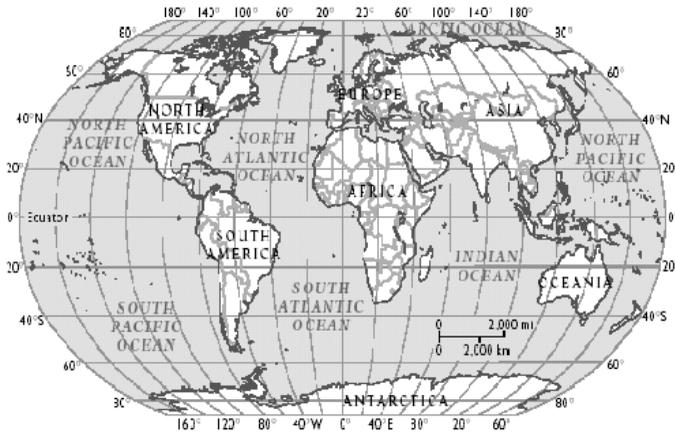

Figure 1 : Comparaisons entre différents endroits du monde pour Décembre et Juin
Une idée des différents types de climats au travers du monde est donnée dans la Figure 1. Les données indiquées sont les valeurs moyennes pour les mois de Décembre et de Juin. Il y a la pluviométrie en millimètres, ensuite les températures minimum et maximum pour Décembre et Juin, ensuite le nombre d'heures d'ensoleillement par jour, l'humidité de l'air (HR) et l'évaporation potentielle (Eo) en millimètres par jour.